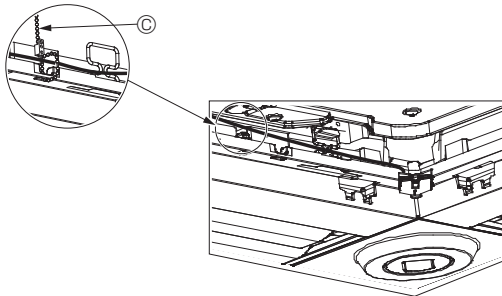

Fig. 10-12
- Sujete los cables del sensor i-See y del receptor de señales en el panel con el remache de la forma mostrada en el diagrama procurando que queden tensos, y luego corte el sobrante en el extremo del remache. (Fig. 10-12)
- Si la posición del sensor i-See ha cambiado de "o" (E) a "□" (F), cambie los ajustes de función. (Véase la página 94.)